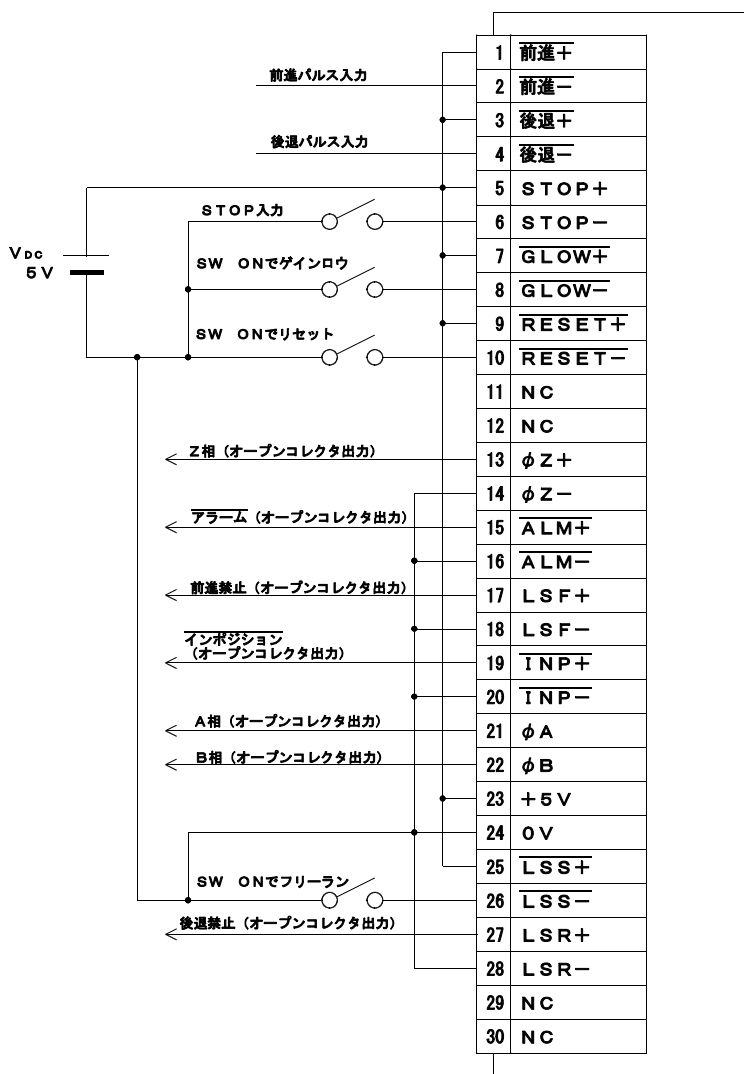

図 6-1 コネクタ CN4 の配線例
- (1) 図6-1“コネクタCN4の配線例”を参考に配線してください。
- (2) 信号入力用のDC5Vの外部制御電源はお客様にてご準備ください。
- (3) 電力線(CN1, CN2)との配線はできるだけ離してください。同一のダクトに通したり、一緒に結束しないでください。誤動作の原因になります。
- (4) 制御出力の各端子には電流制限抵抗が入っておりません。DC50V、10mA以上を印加しないでください。また、逆極性に電圧を印加しないでください。ドライバを破損することがあります。